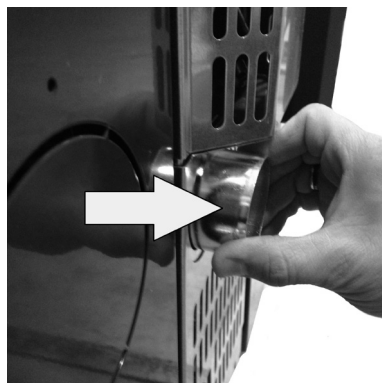

Fig. 13 - Fase 2
- Trek de buis circa 2 cm uit (zie Fig. 13).